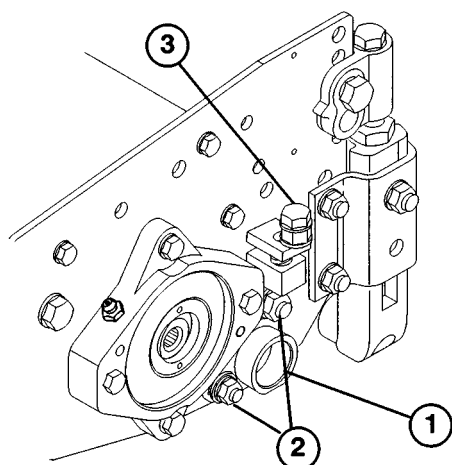

Fig. 4
5. Løsne aldri så lite de to låsemutrene som holder vippenavet til venstre sideplate (fig. 4).
6. Drei navets justeringsskrue til avstanden mellom sylindernivene og knivplaten blir litt større i venstre ende enn i høyre ende (fig. 4).